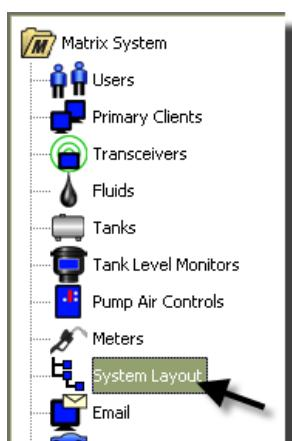

Рис. 123
- Щелкните на значке «System Layout» [Схема системы] (Рис. 123) из перечня на панели системы Matrix. Отобразится экран «System Layout» [Схема системы]. Перед настройкой схемы системы нужно сначала добавить цистерны (стр. 79) и расходомеры (стр. 92).